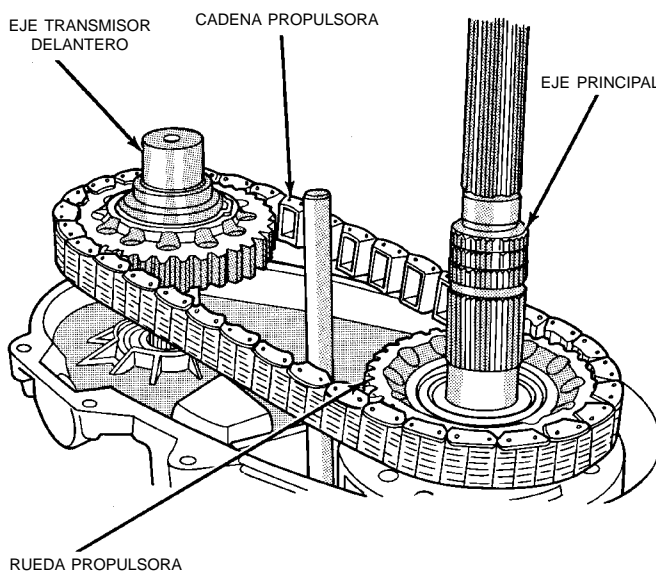

Fig. 64 Instalación de la cadena propulsora, el eje transmisor delantero y la rueda propulsora
(1) Lubrique el conjunto de la rueda dentada del eje transmisor delantero, la cadena propulsora y la rueda propulsora con líquido de transmisión.
(2) Ensamble la cadena propulsora, la rueda propulsora y el eje transmisor delantero (Fig. 64).
(3) Introduzca la rueda propulsora en el eje principal.
(4) Guíe el eje delantero en el cojinete y la rueda propulsora en el engranaje propulsor del eje principal (Fig. 64).